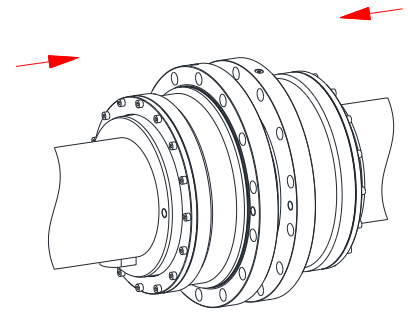

Bild 37
- Schieben Sie jetzt die Hülzen mit Deckel (Bauteil 2 und 10) über die Verzahnung der Naben (Bauteil 1) (siehe Bild 37).